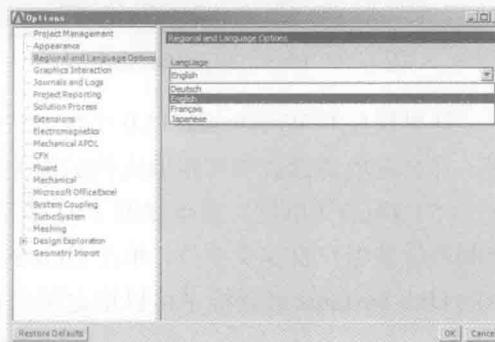

图 1-18 Regional and Language Options 选项卡
**Regional and Language Options (区域和语言选项) 选项卡:** 通过如图 1-18 所示的选项可以设置 Workbench 15.0 平台的语言，其中包括德语、英语、法语及日语四种。